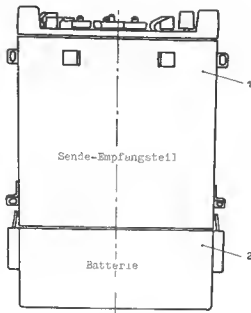

Bild 3
Das Sende-Empfangsteil (1) ist senkrecht (ohne Verkanten) auf die Batterie (2) aufzusetzen und durch die beiden Spannverschlüsse zu befestigen (Bild 3). Anschließend empfiehlt sich eine Batteriespannungskontrolle gemäß Abschnitt 6.11. Das gilt auch für fabrikneue Geräte. Der Stecker des Mikrotelefons (Bild 4) wird auf die Anschlußbuchse (3) aufgesetzt und unter leichtem Andruck gedreht, bis ein Einrasten zu spüren ist. Danach ist der Rändelring aus Plaste durch Rechtsdrehen festzuziehen. Das Mikrotelefon wird nun auf die Halterung (4) aufgesteckt und nach Art eines Bajonettverschlusses verriegelt (eine Vierteldrehung nach rechts, beim späteren Lösen Mikrotelefon nach unten drücken). An die Buchse (3) kann auch ein Sprechgeschirr angeschlossen werden, wenn es die Einsatzart erfordert.